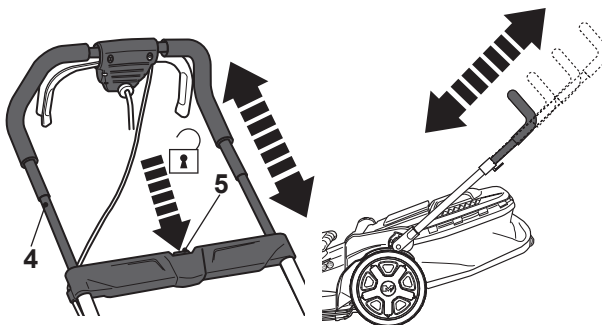

Fig. 4
- > Pulse el botón de desbloqueo (5) y manténgalo en posición mientras ajusta la altura de la barra del mango superior (4) tirando o empujando (Fig. 4).